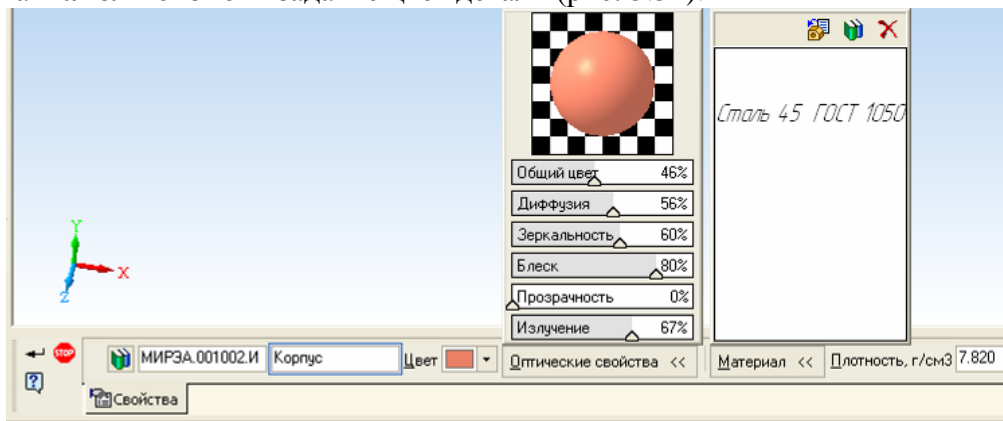

Рис. 3.34. Панель свойств детали **Корпус**
5. На **Панели свойств** задайте цвет детали (рис. 3.34).